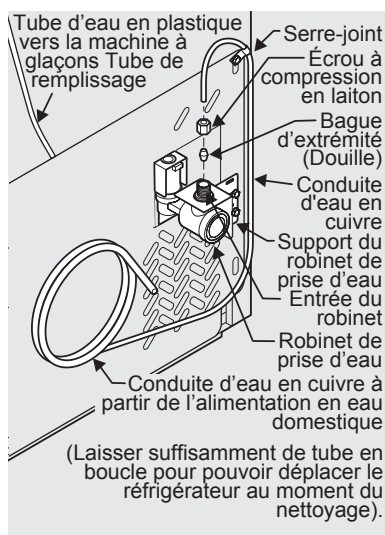

Figure 1
4. Si vous utilisez des tubes en cuivre - Glissez l'écrou à compression en cuivre, puis la bague d'extrémité (douille) sur la conduite d'alimentation en eau. Poussez la conduite d'alimentation en eau dans l'entrée du robinet de prise d'eau aussi loin que possible (6 mm - 1/4 po). Glissez la bague d'extrémité (douille) dans l'entrée du robinet et serrez l'écrou de compression à la main dans le robinet. Serrez d'un autre demi-tour avec une clé ; NE PAS serrer trop fort. Voir Figure 1.